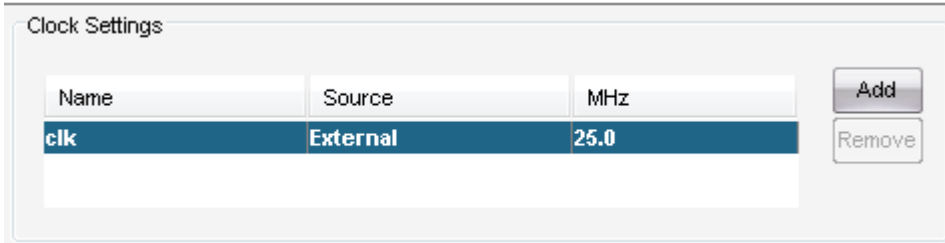

图 3.13 配置系统时钟
1. 首先，如图 3.13 所示，进行系统时钟配置。双击时钟名称或时钟频率即可进行修改，这里修改时钟名称为 clk，时钟频率为 25MHz，与 SF-NIOS2 FPGA 板实际所外接的晶振频率一致。